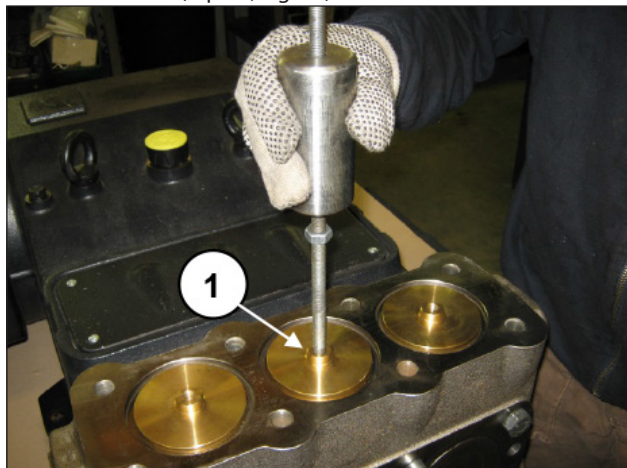

Fig. 90
- B) Extraire les bouchons de soupapes à l'aide d'un extracteur à inertie M10 (rep. ①, Fig. 90).